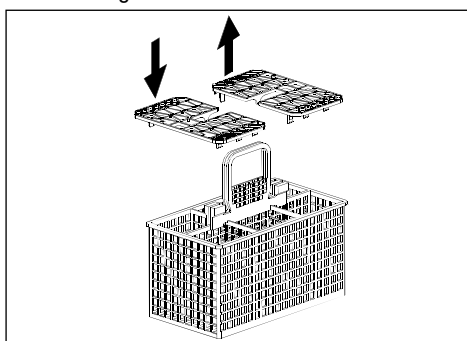

fig. 13
**Bestekmandje** (zie fig. 13)